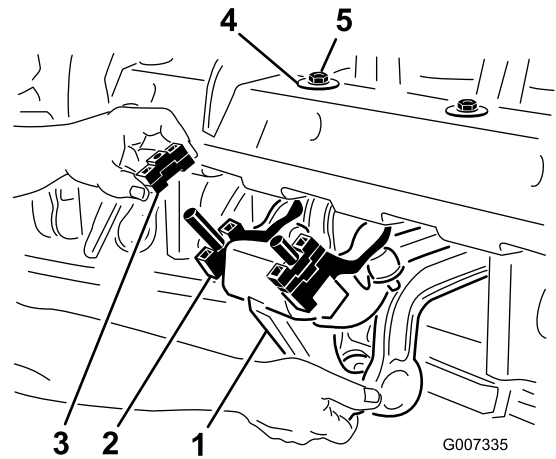

图 26
1. 卸下将 Roto-Link 阻尼器总成固定至打孔头机架底部的锁紧螺母  $\frac{1}{2}$  英寸 图 26。
2. 降低阻尼器总成与隔片接触 图 26。
4. 再次将阻尼器总成组装到打孔头机架上。确保 D 形圈按 图 26 中所示靠住打孔头机架安装。固定 2 个锁紧螺母。